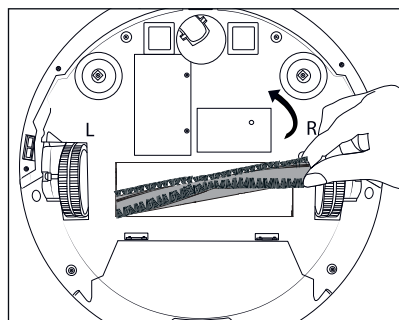

Fig. 15
- ◆ Agarre el rodillo de cepillos **16** por el lado derecho y retírelo del aparato (consulte la fig. 15). Elimine los pelos y la suciedad con el cepillo de limpieza **10**.